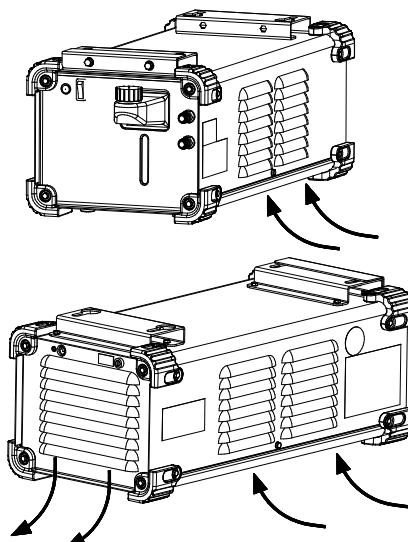

Figure 3.
9. **Ouïes d'aération:** Permettent la bonne circulation de l'air de refroidissement (Figure 3).